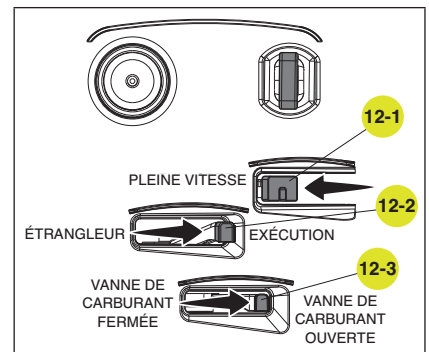

Figure 12
3. Démarrer un moteur chaud : (Fig. 12).